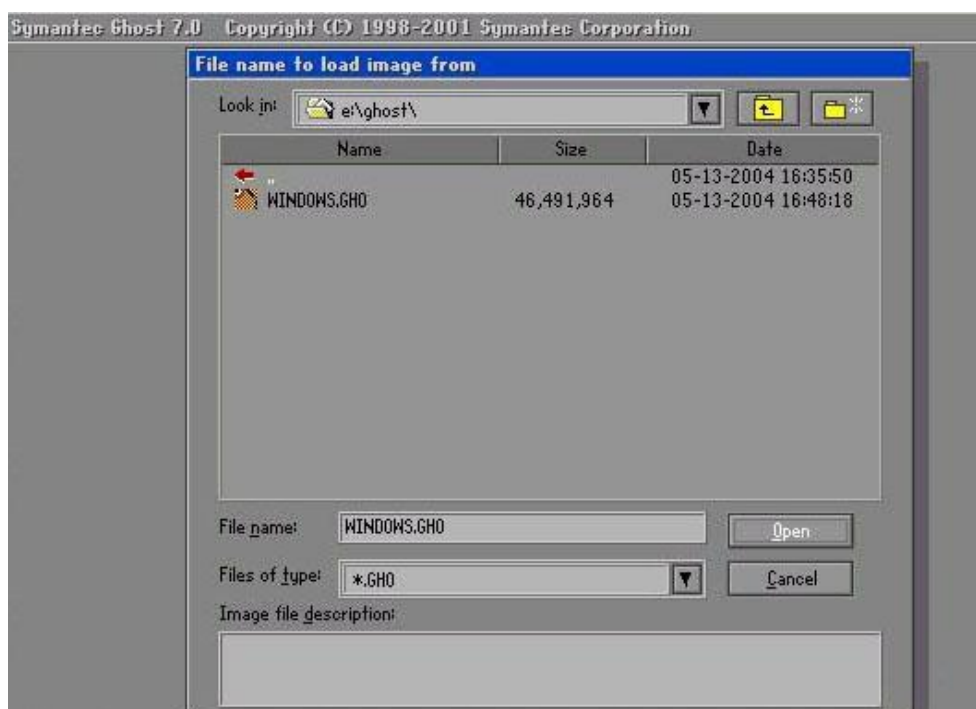

图 2-6 选择“*.gho”文件界面
- 7) 依次选择“Local”->“Disk”->“Form Image”按回车，再选择“*.gho”文件（如图 2-6 所示）。